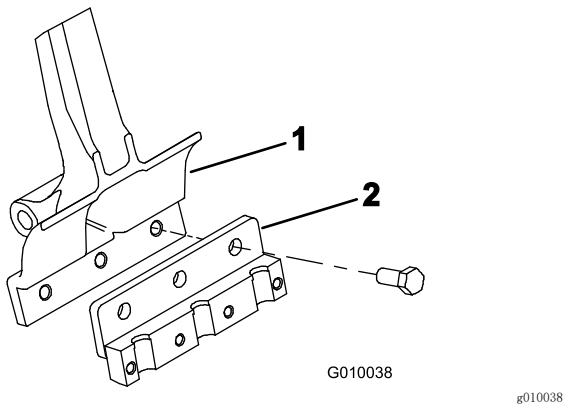

图23
3. 用 3 个螺栓（ $\frac{1}{2}$ x $1\frac{1}{4}$ 英寸）将打孔针夹头固定到各个打孔针臂（图23）。上紧螺栓扭矩至 101.6N·m。